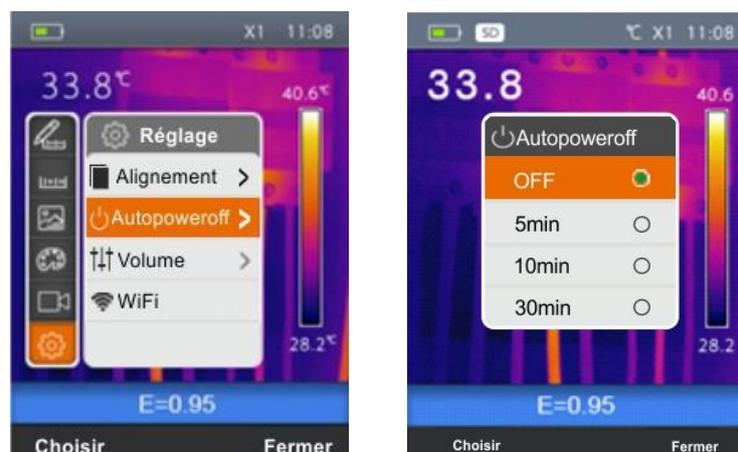

Fig. 14 : Réglage distance d'alignement
1. Sélectionner « Auto power off » à l'aide des touches  $\oplus$  ou  $\ominus$  et appuyer sur la touche . La page-écran de Fig. 14 – Partie droite est affichée.